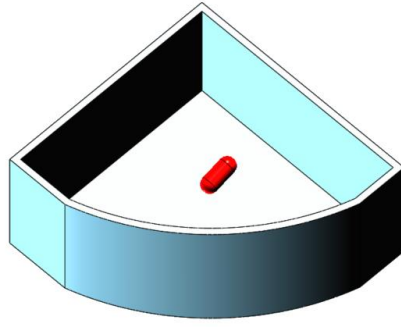

图 12 胶囊投放状态
3.5.2 将红色胶囊投放到能量填充口中，如图 12 所示，红色胶囊投入获得 85 分。